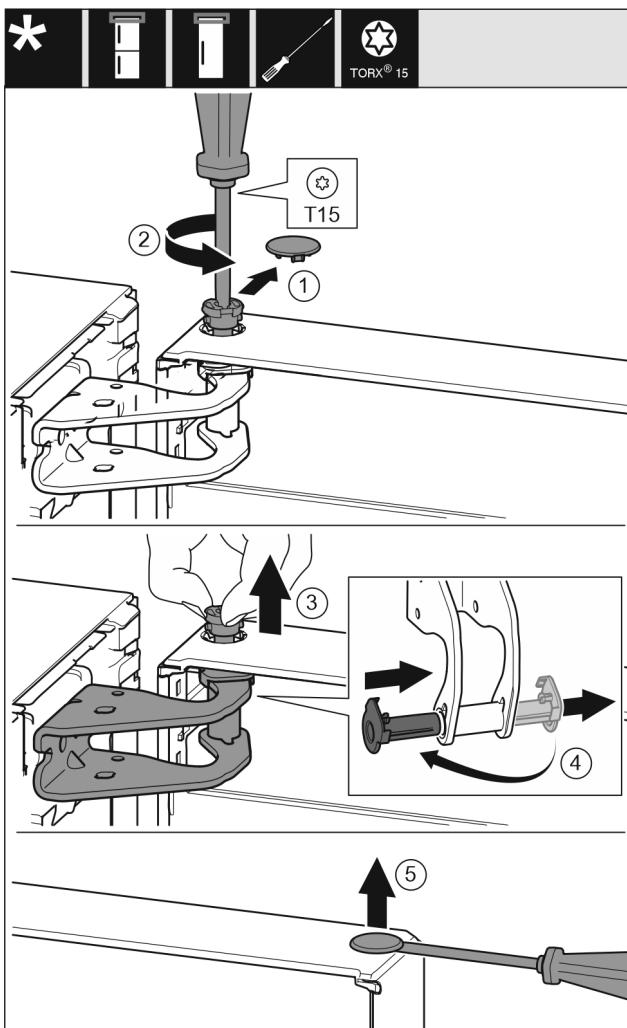

Fig. 12
- Oprezno skinite sigurnosni pokrov. Fig. 12 (1)
- Odvijačem T15 malo odvije svornjak. Fig. 12 (2)
- Čvrsto držite vrata i prstima izvucite svornjak. Fig. 12 (3)
- Izvucite čahuru ležaja iz vodilice. Umetnite s druge strane i pustite da uskoči. Fig. 12 (4)
- Ravnim odvijačem oprezno podignite čep iz čahure ležaja vrata i izvucite ga. Fig. 12 (5)